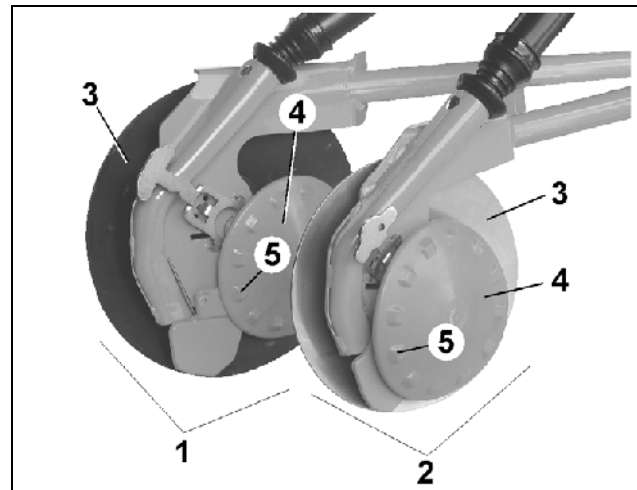

Fig. 19
- RoTeC-Schar (Fig. 19/2)
- RoTeC +-Schar (Fig. 19/1)
Das **AMAZONE** RoTeC-Schar ist geeignet für Pflugsaat und Mulchsaat. Die Saattfurche wird durch die Stahlscheibe und Hartguß-Körper ausgeformt. Die Scheibenrückseite wird durch die flexible Polyurethan (PU)-Scheibe (Fig. 19/4) gereinigt, die hierzu gegen die Stahlscheibe gepresst wird. Die Noppen (Fig. 19/5) sorgen für zusätzlichen Antrieb.
Die PU-Scheibe (Fig. 19/4) dient auch zur Begrenzung der Tiefe, indem sie auf dem Boden abrollt und die Eindringtiefe der Stahlscheibe in den Boden begrenzt. Diese Eindringtiefe kann in drei Stufen, von 2 bis 4cm eingestellt werden (Kap.11.5.2). Für Tiefsaat von mehr als 4 cm kann die Tiefenbegrenzungsscheibe werkzeuglos abgenommen werden.